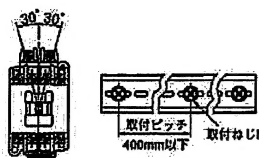
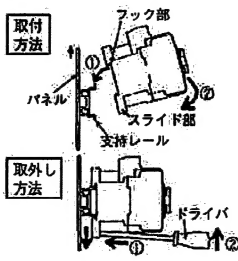

図2
図3
- (3) レール取付けはIEC60715の35mm幅支持レールに取付けできます。レールのパネル取付方法は（図2）、取付け・取外しは（図3）です。
- (4) 電磁開閉器、電磁接触器などで取付穴が4か所ある場合は、対角線の2か所で取付けてください。